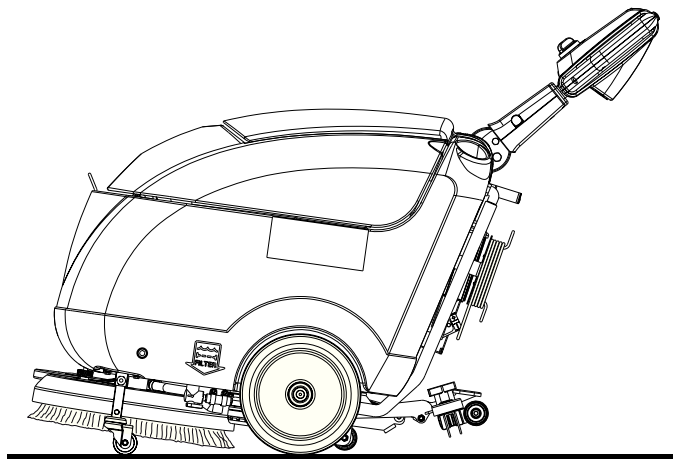

Рис. 5
7. Отпустите рычаги щетки (70) и кнопку включения (69).
8. Поверните ручку (62) в положение «0», чтобы выключить машину.
9. Установите фиксирующий штифт (24) и включите парковочное устройство машины (23а), чтобы щетки/прокладкодержатели были подняты (см. рис. 5).
1. Выключите машину, повернув ручку (62) в положение «0».
2. Поднимите швабру (58).
4. Установите фиксирующий штифт (24) и включите парковочное устройство машины (23а), чтобы щетки/прокладкодержатели были подняты (см. рис. 5).
5. Когда все работы выполнены, рекомендуется снять щетку/прокладкодержатель с платформы (см. процедуры в следующем разделе) и установить ее на передний держатель для щетки (43).